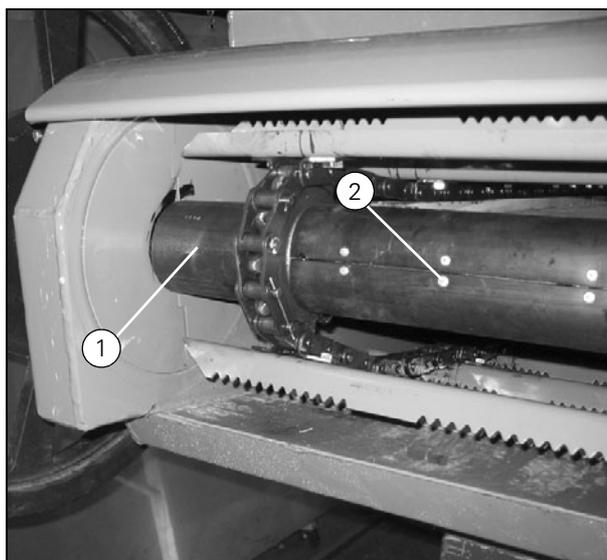

Рисунок 22
10. Отрегулируйте положение крышки (F) так, чтобы она располагалась непосредственно по краю приемного элеватора.
11. Установите защитные трубки (С) на вал и скрепите их при помощи заклепок (2) (Рис. 22).